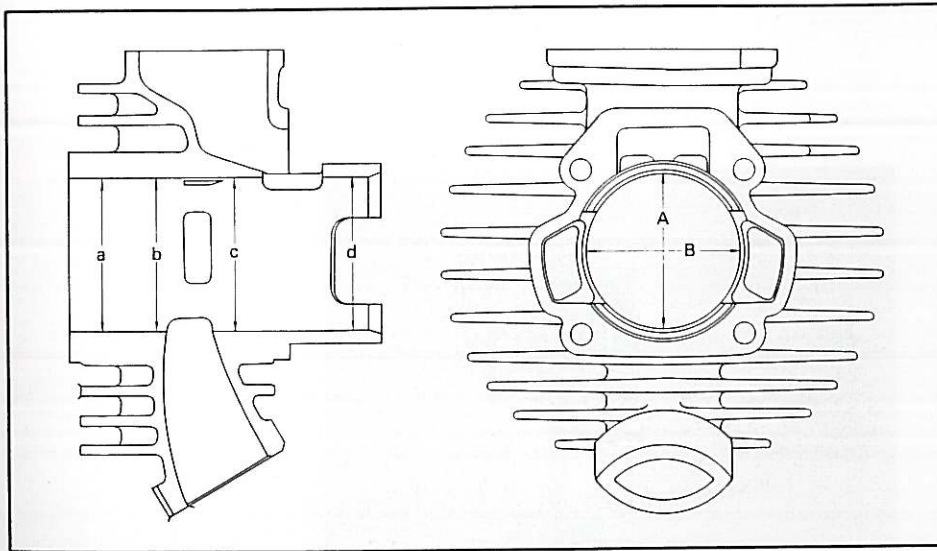

Fig. 3-3-3
2. Using a cylinder gauge set to standard bore size, measure the cylinder. Measure front-to-rear and side-to-side at top, center and bottom just above exhaust port. Compare minimum and maximum measurements. If over tolerance and not correctable by honing, rebore to next over-size. (Fig. 3-3-3, and 3-3-4)
2. A l'aide d'un comparateur réglé sur l'alésage normal, mesurer le diamètre du cylindre dans les directions longitudinale et latérale, et à trois niveaux différents: en haut, au centre, c'est-à-dire juste au-dessus de la lumière d'échappement, et en bas. Comparer les diamètres maximum et minimum. Si la différence dépasse la tolérance, et si on ne peut pas y remédier par rodage, réalésé le cylindre conformément au diamètre du piston surprofilé à cote immédiatement supérieure. (Fig. 3-3-3 et 3-3-4)
2. Zylinderbohrung mit einer Zylindermeßuhr für Normaldurchmesser messen. Die Messung ist sowohl in Längs als auch in Querrichtung an der Oberkante, im Mittelteil und im unteren Teil (gerade über den Auslaßöffnungen) des Zylinders durchzuführen. Größte und kleinste Messungen miteinander vergleichen. Wenn diese außerhalb der Toleranz liegen und nicht durch Honen zu berichtigen sind, muß der Zylinder auf die nächste Übergröße aufgebohrt werden. (Fig. 3-3-3 und 3-3-4)